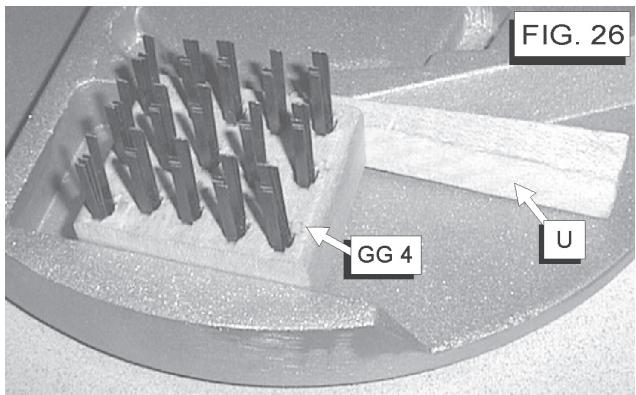

FIG. 26
- GG4. Brosses métalliques [FIG. 26]